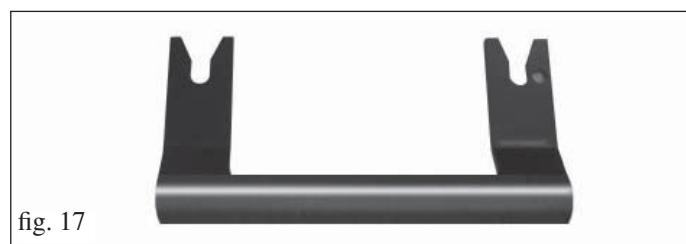

fig. 17
- Pour ouvrir la porte, utiliser la poignée démontable spéciale fournie (fig. 17).